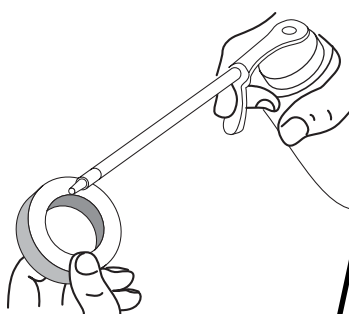

Fig. 29
4. Appliquez suffisamment d'huile SAE 30 propre pour enduire légèrement le filtre (Fig. 29).